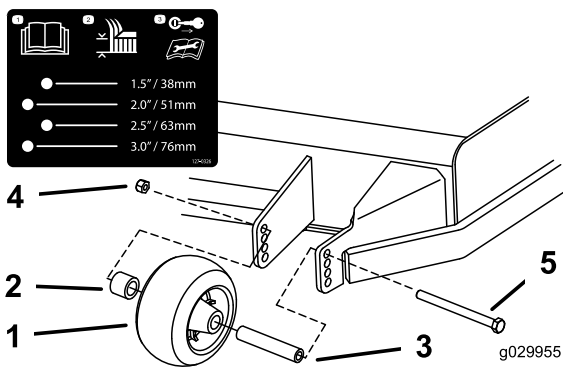
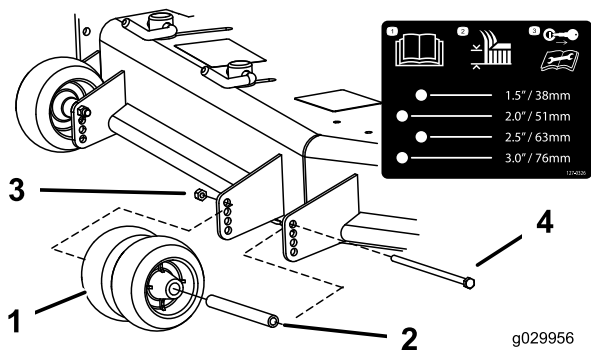
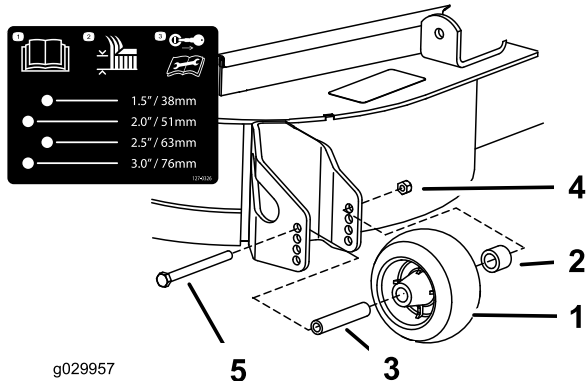

Figura 32
Figura 33
Figura 34
3. Remova os rolos antidanos como se mostra na Figura 32, Figura 33 e na Figura 34.